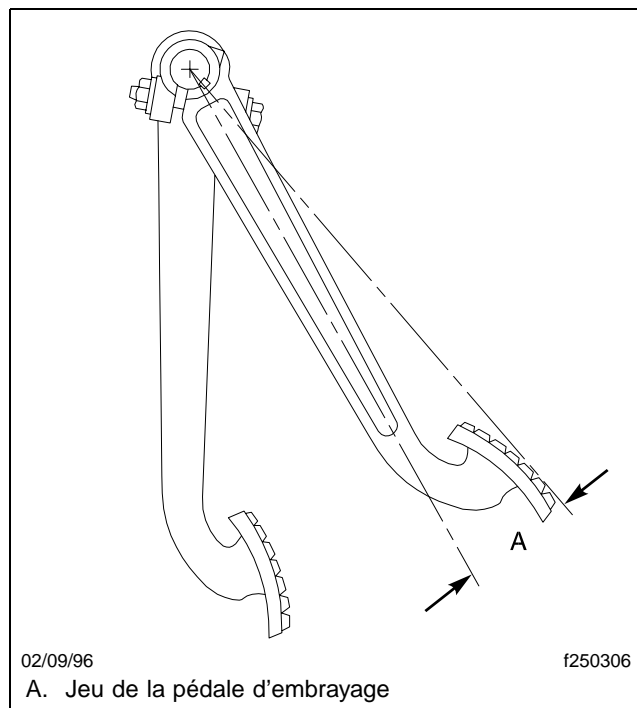

Fig. 11.8, Jeu de la pédale d'embrayage
21. Les principaux indicateurs utilisés pour évaluer l'usure de l'embrayage sont le jeu de la pédale d'embrayage et la compression du frein d'embrayage. Le jeu de la pédale d'embrayage est une résistance réduite sentie au sommet de la course de la pédale. Voir la **figure 11.8**. Lorsque la pédale d'embrayage se trouve dans cette plage, l'embrayage est totalement engagé et la seule résistance au mouvement de la pédale d'embrayage est la force du ressort de rappel. Si le jeu de la pédale d'embrayage est de